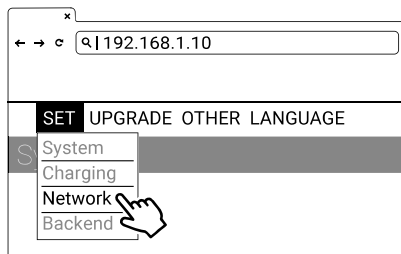

Figura 4-4. Menu SET
- 1) Selezionare Network. Vedere la seguente figura 4-4.